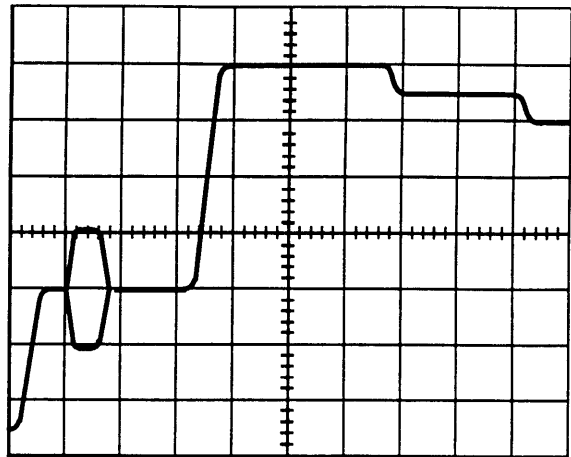

figure 17
- Sélectionner le mode DELAY (24). Le burst se positionne en début d'écran (figure 17).